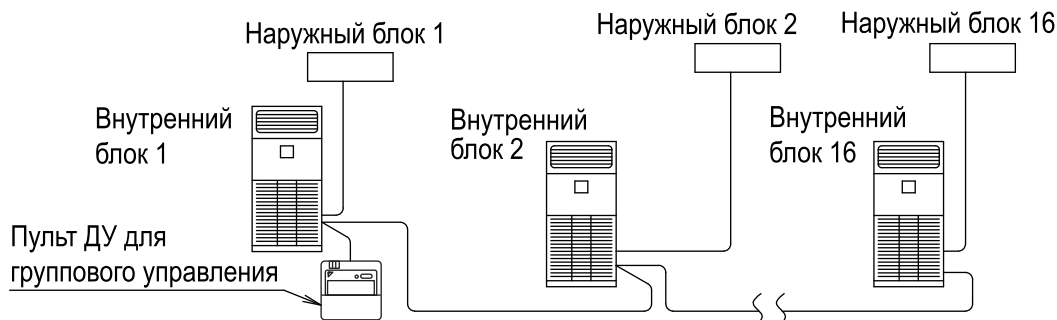

Рис. 36
- При использовании в качестве сдвоенного блока можно производить одновременное (групповое) управление пуском/остановом до 16 блоками включительно с помощью пульта дистанционного управления. (См. Рис. 36)